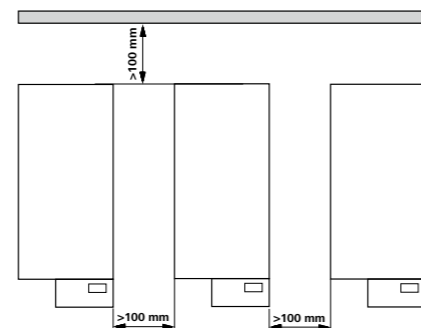

Fig. 2
- 确保仪器放置间距合理,仪器之间、仪器距离四周墙壁至少 100 mm,仪器距离上方至少 800 mm。(见 Fig. 2)